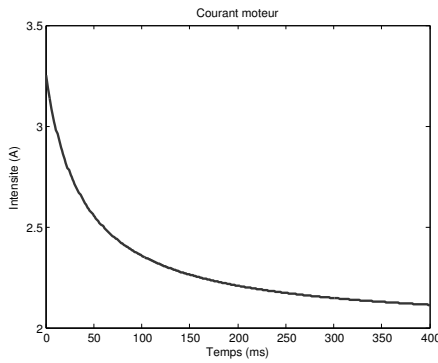

FIGURE 1 – Affichage de la mesure.
**Q5.** Les mesures étant dans la liste `mesures`, écrire une fonction `affichage(mesure)` en langage Python qui produit un affichage graphique comme représenté en Figure 1, sachant que la résolution de la conversion analogique-numérique du courant est de 4 mA et que les mesures ont été effectuées toutes les 2 ms. On ne demande pas de légender les axes ni de donner un titre à la figure. On suppose que les bibliothèques nécessaires ont été importées.